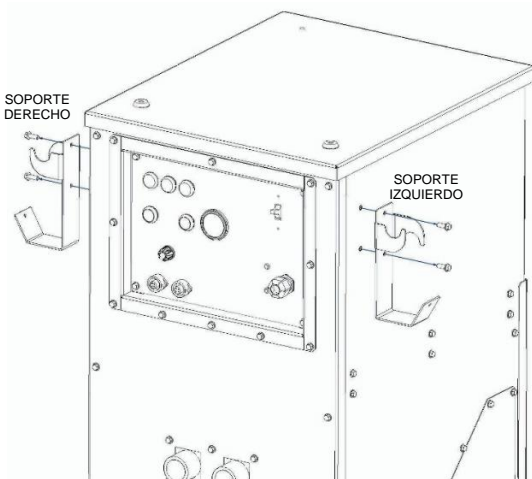

FIGURA A.1
1. Retire los soportes laterales de la manguera de la caja de accesorios. Retire los 4 tornillos (2 a cada lado) de la máquina (consulte la fig. A.1). Fije los soportes laterales del soporte de la antorcha/manguera con los 4 tornillos retirados. Observe la orientación de los soportes. Hay un lado izquierdo y otro derecho.